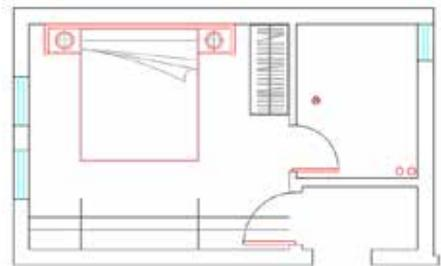

图 2-15
STEP 15 执行“偏移”命令,绘制电视柜和梳妆台,将墙面直线依次向上偏移 300mm、200mm,将左边墙线依次向右偏移 800mm、1800mm,如图 2-15 所示。